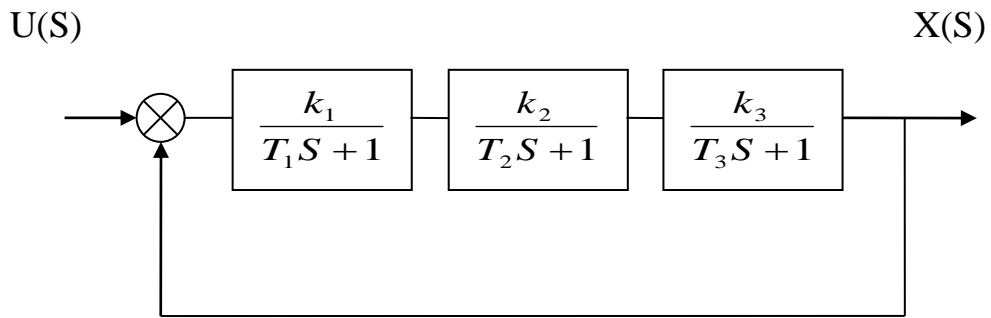

Рисунок 1 – Структурная схема к п.1.9.2
7.2 Для системы со структурной схемой (рисунок 1) построить области устойчивости по параметрам  $(k; T_1)$ , где  $k = k_1 \cdot k_2 \cdot k_3$ ,  $T_2 = 0,1c$ ,  $T_3 = 2c$ .